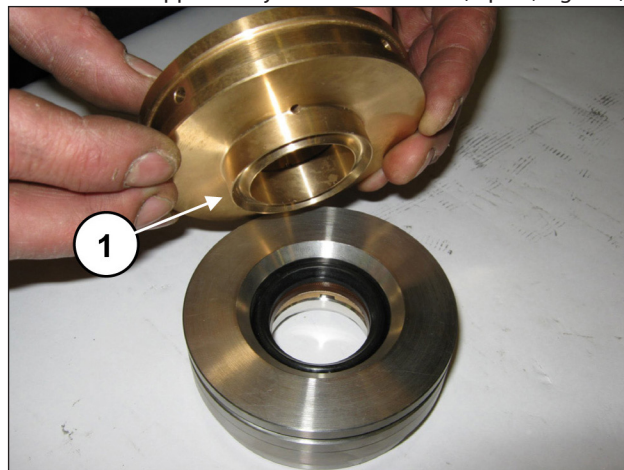

Fig. 185
Assembler le support des joints et la chemise (rep. ①, Fig. 185).